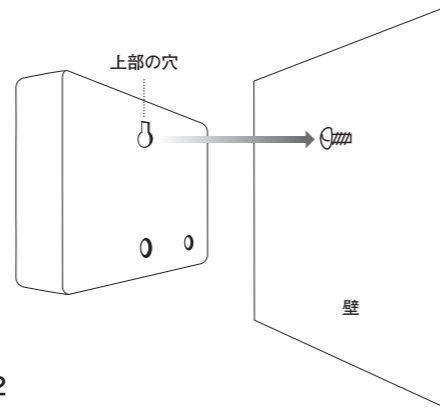

図2
- ・タイマー設置場所のタイマー裏側の上部の穴の位置にネジを3mmほど残してねじ込む。(図2)